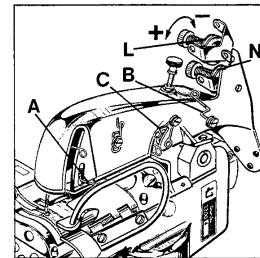

Fig. 13
Set the needle thread take-up (A, Fig. 13) so that the needle thread contacts the hook (A) just when the needle thread loop leaves the looper point.
Stellen Sie den Nadelfadenzug (A, Fig. 13) so ein, daß der Nadelfaden den Haken (A) berührt, wenn die Nadelfadenschlinge die Greifer Spitze verläßt.